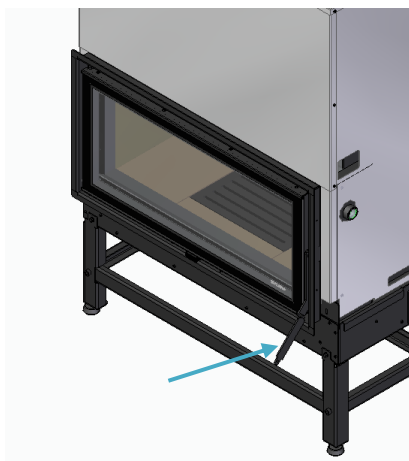

Figure 19
n) Dans les modèles à porte mobile horizontalement, vérifier, à l'aide de l'outil, si la porte peut s'ouvrir facilement et si, lorsqu'elle est fermée, le joint de porte est en contact avec le panneau avant, Figure 19;